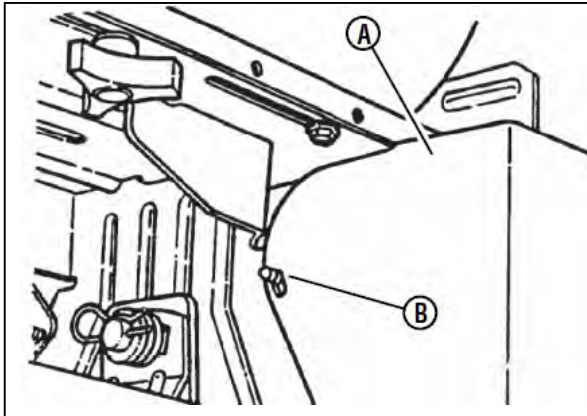

図 8-16 バッテリーカバー
6. 新しいベルトをエンジンベルトガイド(図8-16のB)に通しエンジンプーリ(A)に回します。
1. バッテリーカバー(図 8-16 の A)の両サイドを引き、ラチェットファスナ(B)から外しカバーを取り外します。
7. バッテリーカバー(図 8-16 の A)を取り付けます。